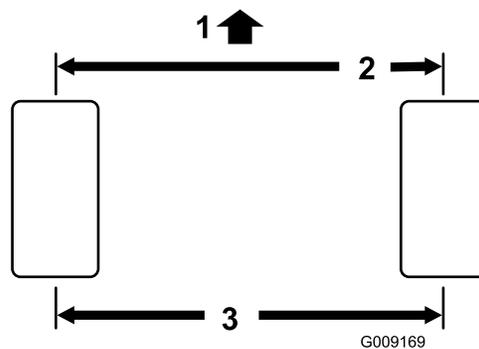

Figura 58
2. Meça a distância de centro a centro (à altura do eixo) na zona dianteira e traseira dos pneus da direcção (Figura 58).